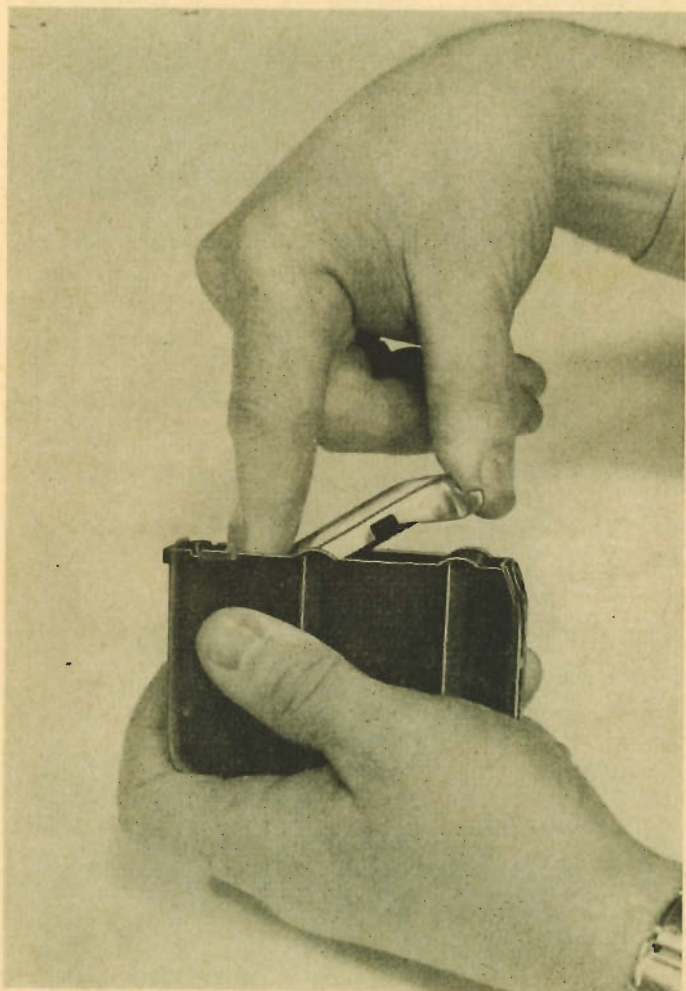

**Fig. No 33 - INDEX EXERCANT UNE PRESSION SUR L'AVANT
28. DÉMONTER LE MAGASIN. (voir fig. No 33)